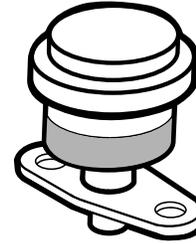

Figura 34
Faça a manutenção ao filtro de ar principal apenas quando o indicador de manutenção (Figura 34) o exigir. Mudar o filtro de ar antes de ser necessário apenas
1. Verifique o indicador de bloqueio do filtro. Se o indicador estiver vermelho, o filtro de ar tem de ser substituído (Figura 34).